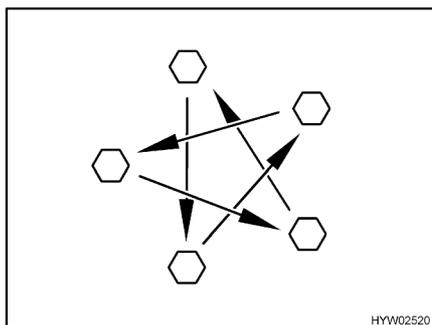

Fig. 128 Serrer en croix les écrous ou les boulons de roue
- Vérifier régulièrement le serrage des écrous ou des boulons de roues. Reserrer tous les écrous ou les boulons de roue 50 km après le changement d'une roue (Fig. 128).
- Si des jantes neuves ou repeintes sont utilisées, alors resserrer les écrous ou les boulons de roue une fois de plus après env. 1 000 à 5 000 km (Fig. 128).